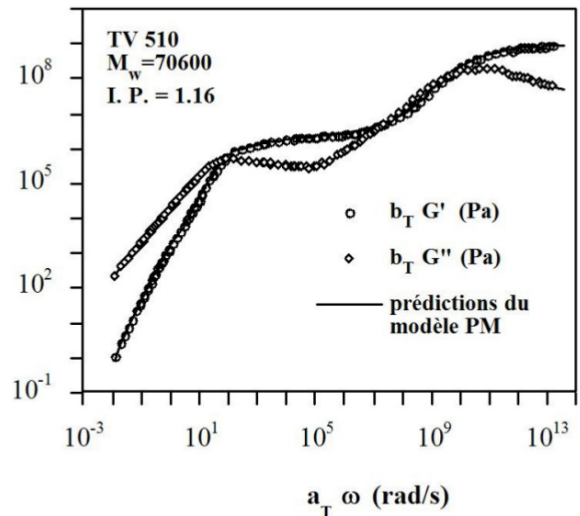

FIG. 2: Réponse du matériau viscoélastique: modules  $G'$  et  $G''$  en fonction de la fréquence angulaire  $\omega$ .
2. Cette réponse est donnée en Figure 2. En utilisant le modèle ci-dessus à deux modes, trouver le meilleur ajustement de cette courbe et donner une valeur approchée des quatre paramètres.